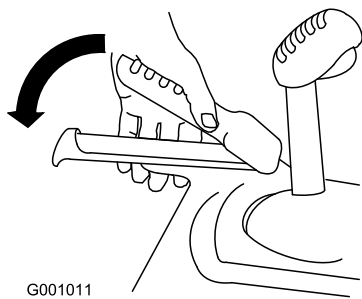

Figura37
2. Cuplați maneta de tracțiune și țineți-o în poziția respectivă (Figura37).